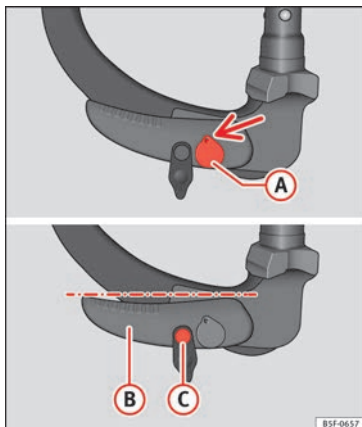

Fig. 225 Posición de reserva: posición de la palanca y el perno de desbloqueo
- La llave (A) » fig. 225 se encuentra en la posición desbloqueada (la parte agujereada de la llave se muestra hacia arriba).
- La palanca (B) » fig. 225 se encuentra en la posición inferior.
- Se puede mover el perno de desbloqueo (C) » fig. 225.